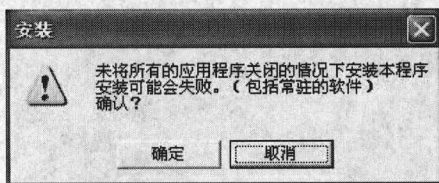

图 3-3 提示对话框
(3) 在安装的过程中, 会出现如图 3-3 所示提示对话框, 最好把其他应用程序关闭, 如杀毒软件、防火墙、IE、办公软件等。因为这些软件可能会调用系统的其他文件, 影响安装的正常进行。如果没有关闭, 可单击“确定”按钮。